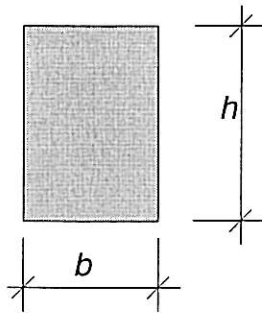
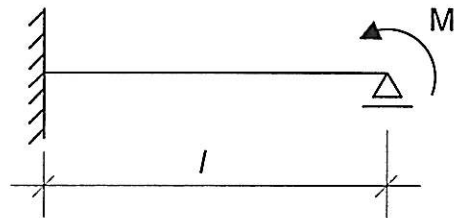

Bild 4.1: Querschnitt
Bild 4.2: statisches System Erstbelastung
1. Wie groß ist das maximal aufnehmbare Moment des in Bild 4.2 dargestellten Systems mit dem in Bild 4.1 dargestellten Querschnitt (die maximal aufnehmbare Spannung im Querschnitt sei $f_{y,k}$)?